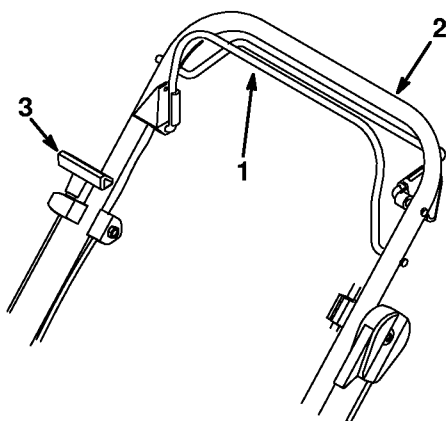

Figure 36
11. Maintenir la barre de commande de lame serrée contre le guidon (Fig. 36) et tirer plusieurs fois le cordon du démarreur pour expulser les résidus de carbones.